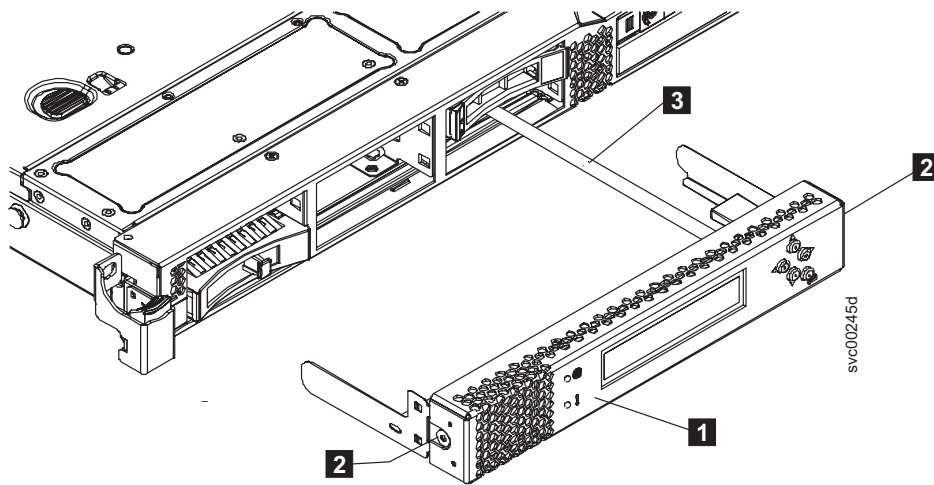

図 72. USB ケーブルが接続されている 2145-CG8 または 2145-CF8 のサービス・コントローラー
6. 両方の解放ボタン (図 72 の **2**) をそっと押し、キャッチをサービス・コントローラーの前方に向けて静かに引きながら、キャッチを解放します。